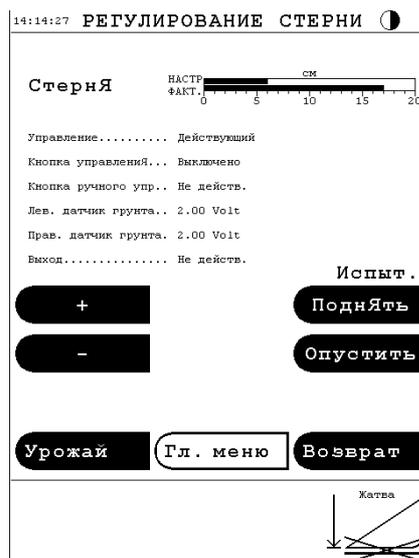

Рисунок 139
Вызвать меню "Главное меню | Диагностика | Управление | Управления высотой скашивания" (Рис. 139) и проверить, что правый и левый датчики показывают примерно 2 В.
Если все механические соединения находятся в исправном состоянии, ослабить ось потенциометра (2) и повернуть ее вправо/влево таким образом, чтобы на экране появилась индикация примерно 2 В. (Рис. 139).